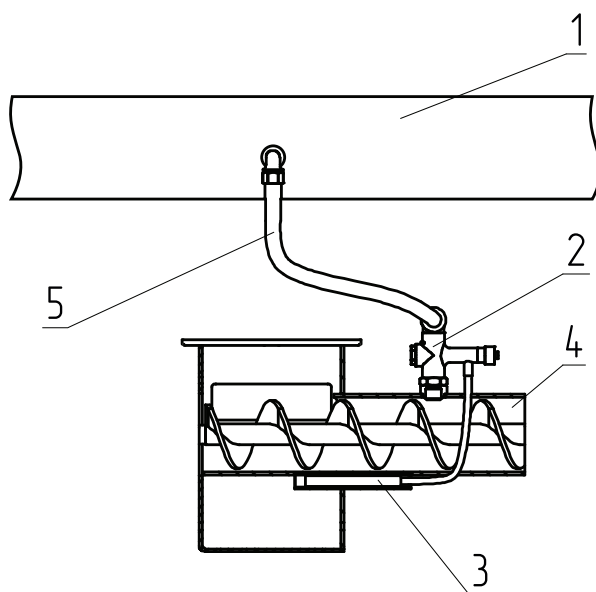

Рис.4 Система охлаждения топливопровода
- Для обеспечения полной пожарной безопасности необходимо устанавливать систему охлаждения топливопровода (доступно в качестве опции, см. **Рис.4**). Система охлаждения топливопровода, наполненная водой является основным элементом защиты котла от протекания топлива в бункер;
Внимание! Термобаллон клапана (Рис.4, поз.3) должен быть зафиксирован в гильзе двумя винтами.